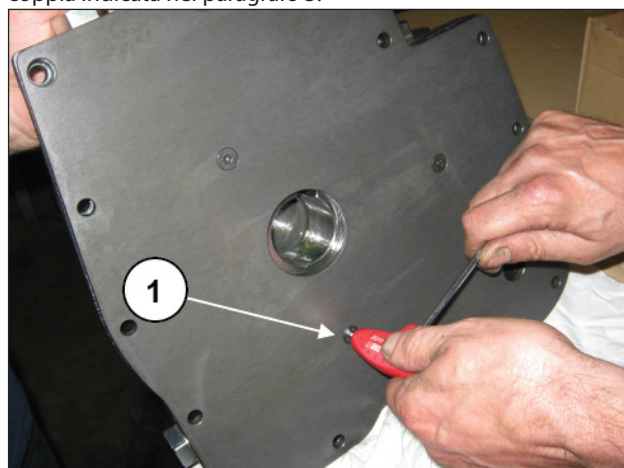

Fig. 154
Assemblare la piastra posteriore corpo pompa olio serrando le tre viti M6 (pos. ①, Fig. 154) con chiave dinamometrica alla coppia indicata nel paragrafo 3.